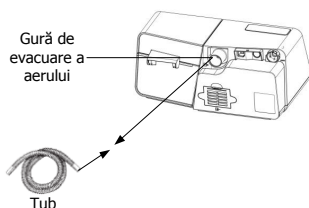

Fig. 12-5
(1) Conectați un capăt al tubului la gura de evacuare a aerului, așa cum se arată în Fig. 12-5.